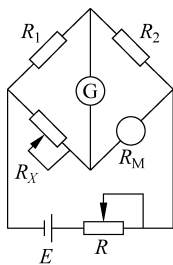

图 2-4 表头内阻测量电路
(1) 表头内阻的测定。表头内阻指动圈绕组的直流电阻。表头内阻的测量方法应用电桥法,测量电路如图 2-4 所示。图中 $R_1 = R_2$, R_X 为标准电桥调节电阻,其旋钮的标示值指示调节电阻, R_M 为表头内阻。当 $R_X = R_M$ 时,检流计 G 指示为零, R_X 标示值指示表头内阻值。